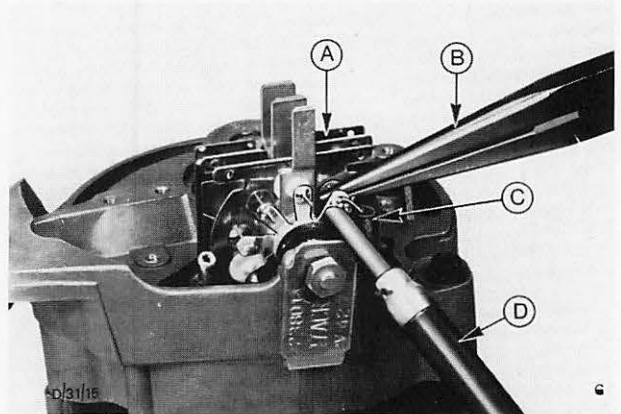

Abb. 43 Ständeranschlüsse vom Diodenträger ablöten
7. Ständeranschlüsse, C in Abb. 43, vom Diodenträger „A“ ablöten und Diodenträger nach Entfernen der Haltemutter abbauen.